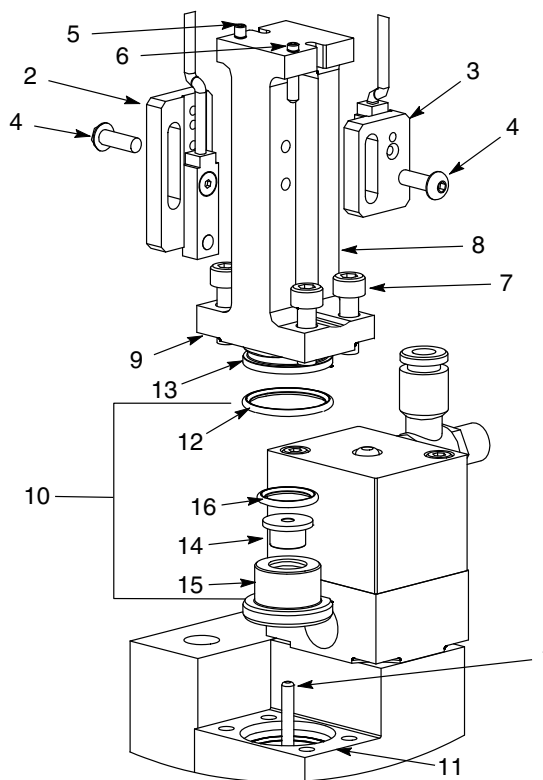

Figura 8 Kit cartuccia di guarnizione dosatrice
NOTA: Il kit cartuccia di guarnizione dosatrice include gli articoli 12, 14, 15 e 16 illustrati nella figura 8.
4. Con il cappuccio (8) sollevato dallo stelo (1), rimuovere i contenuti (10) del kit cartuccia di guarnizione come illustrato nella figura 8.
5. Pulire la cavità della cartuccia nel cappuccio (8) e nel foro del corpo della pistola (11).
6. Rimuovere l'o-ring (12) dalla porzione cilindrica del cappuccio di prossimità e pulire la scanalatura (13).
7. Installare il nuovo o-ring (12) e lubrificare con grasso TFE.
8. Assicurarsi che il cuscinetto dell'asta d'ottone (14) sia installato nella cartuccia di guarnizione (15) e che l'o-ring (16) sia al suo posto, sopra la flangia del cuscinetto.
9. Lubrificare l'o-ring (16) e installare il gruppo cartuccia (14, 15, 16) nel cappuccio di prossimità (8), bene allineato piatto con la linguetta.
10. Installare il gruppo cartuccia cappuccio di prossimità (8, 10) sopra lo stelo (1), applicando una pressione verso il basso per ingranare lo stelo attraverso la guarnizione. Continuare ad applicare una pressione verso il basso, finché la flangia è quasi alloggiata.
11. Applicare adesivo frenafili sulle quattro viti (7) e installare serrando prima con le dita e poi serrare in sequenza con una schema a croce di $\frac{1}{4}$ di giro ciascuna, finché sono serrate a 54 in.-lb.
12. Reinstallare le piastre del sensore (2, 3) e applicare adesivo frenafili alle viti. Stringere le viti (4) a 16 in.-lb. tenendo le piastre contro le viti di arresto (5 e 6).